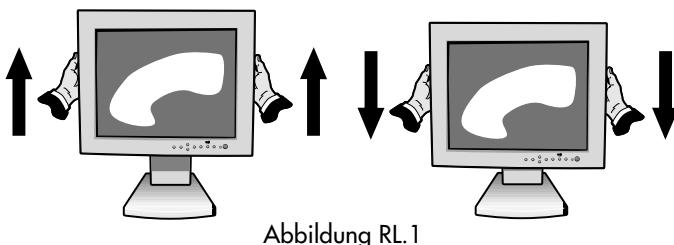

Abbildung RL.1
Der Monitor kann sowohl in Längs- als auch in Querstellung höher- bzw. tiefergestellt werden. Um den Bildschirm höher- oder tieferzustellen, legen Sie Hände auf jede Seite des Monitors und heben Sie an oder senken Sie zur gewünschten Höhe (Abbildung RL.1).
Bevor Sie den Bildschirm drehen, muß er auf seine höchste Position gestellt werden, damit der Bildschirm beim Drehen nicht gegen die Unterlage stoßen oder Ihre Finger einklemmen kann. Um den Bildschirm anzuheben, legen Sie Hände auf jede Seite des Monitors und heben Sie bis zur höchsten Position an (Abbildung RL.1).
2. Legen sie eine Hände auf jede Seite des Monitors und heben Sie bis zur höchsten Position an (Abbildung RL.1).